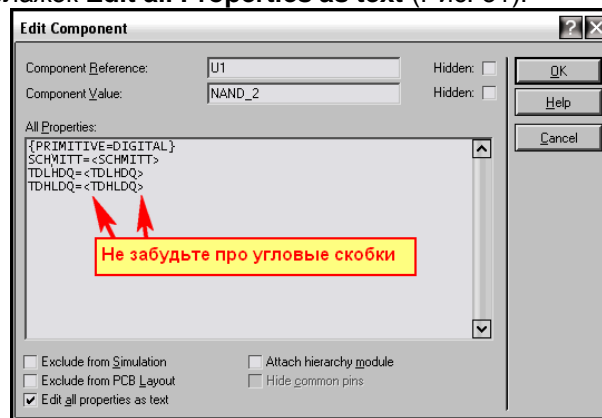

Рис. 31.
В разделе **\*PARTLIST** сиротливо притулился один элемент **NAND\_2** – все, как и у нас на дочернем листе **176LA7**. Вот только в этой строке прописаны еще и параметры не с конкретными значениями, а находящимися в угловых скобках, т.е. переменными. И подставляются они туда симулятором как раз из **MAPPINGS**. Вот он – момент истины! Но «не все так просто в доме...» Лабцентра. Помните чудесное превращение скрипта **\*DEFINE** на дочернем листа в **\*PROPERTIES** файла MDF при компиляции идеального ОУ. Тут нас ожидает такой же сюрприз. Скрипт на дочернем листе для таблицы соответствий должен начинаться с оператора **MAP ON**. Поскольку это оператор, как и **DEFINE**, перед ним должна стоять звездочка. Заходим на дочерний лист нашей модели **176LA7** и в свойствах **NAND\_2** прописываем аналогично тому, что мы видели в MDF для **4011** задержки и свойство **SCHMITT**. Проще всего это сделать все же руками в окне **Advanced Properties**, поставив (да можно и не ставить) флажок **Edit all Properties as text** (Рис. 31).
**Совет:** Обратите внимание на фигурные скобки в верхней строчке на Рис. 31 – свойство *Hidden* (скрытое), т.е. не показывается под элементом на месте серого <TEXT> в проекте. *SCHMITT* и задержки не имеют фигурных скобок по краям, значит будут видимыми. Когда свойств и компонентов на листе много, это начинает мешать. Заключите их в фигурные скобки, и они скроются с глаз долой. Надо, чтоб опять стали видимыми – скобки убираем.